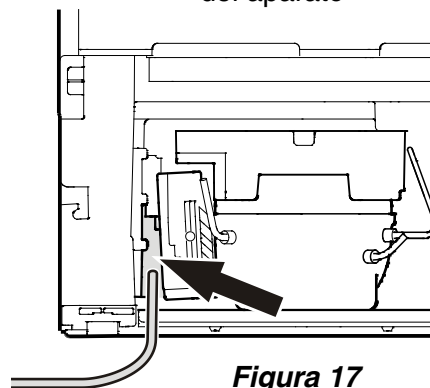

Figura 17
2. Inserte la línea de suministro de agua en su abertura en la parte trasera del aparato (Figura 17).